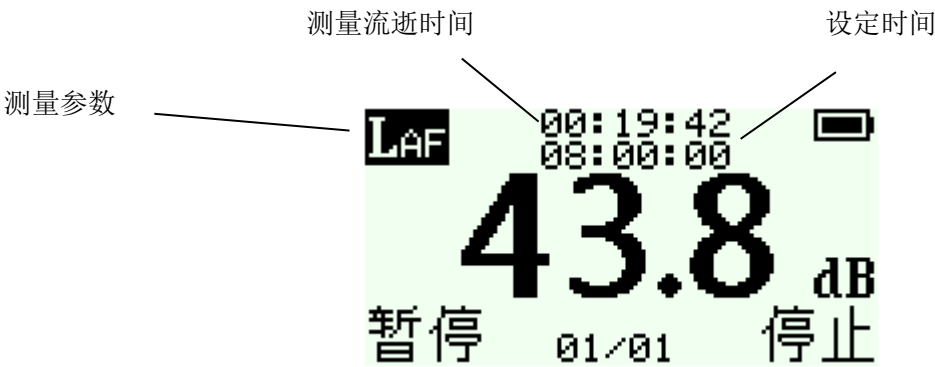

图 7 宽带测量界面
d) 按“启动”键开始测量，见图7。在测量时，按“上箭头”键或“下箭头”键可循环查看 L_{AF} 、 L_{AFmax} 、 L_{AFmin} 、 L_{Cpeak} 、 E_A 、 ND_A 、 L_{AeqT} 、 L_{Aeq8h} 、 L_{Aeq1s} 、 L_{AE} 、 SD 、 L_N 、 N_{Lpeak} 、 L_{av} 和TWA测量参数（以计权方式A、F为例）。